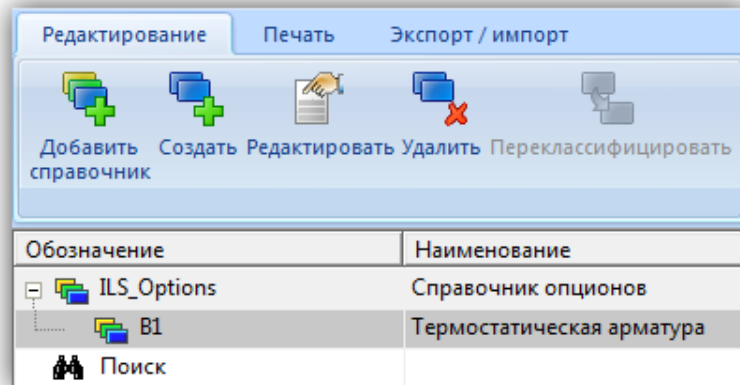
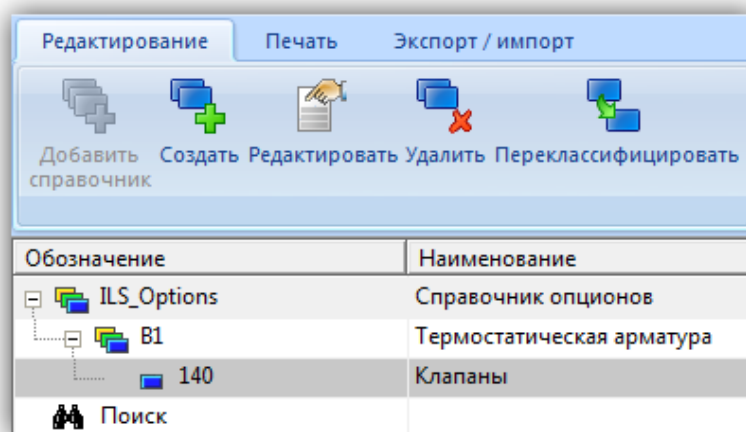

Рис. 10-137 – Новый справочник в дереве
Рис. 10-140 – Новый раздел в дереве
1) В левом окне редактора выбрать название справочника, в котором нужно создать подраздел, и нажать кнопку «Добавить справочник» на вкладке «Редактирование» для создания *справочника*. После этого появится окно «Справочник» (рис. 10-137).
1) В левом окне редактора выбрать название раздела, в котором нужно создать подраздел, и нажать кнопку «Создать» на вкладке «Редактирование» для создания *раздела*. После этого появится окно «Свойства раздела» (рис. 10-140).
2) Ввести «Код» и «Наименование» раздела. Код раздела состоит из двух частей – кода родительского раздела и кода данного раздела (1 на рис. 10-140). Вводимый код должен быть трехзначным числом и являться уникальным в пределах одного родителя.
2) После этого откроется окно свойств раздела (рис. 10-137 или рис. 10-140), в зависимости от типа выбранного раздела (справочник или раздел).